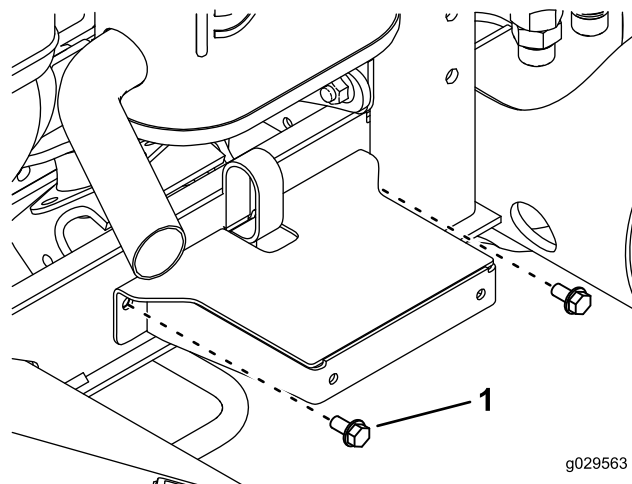

Figura 21
12. Utilizando os novos orifícios perfurados, prenda o guarda-lamas no canal da estrutura com dois parafusos autorroscantes (5/16 pol. x 5/8 pol.), tal como se ilustra na Figura 21.